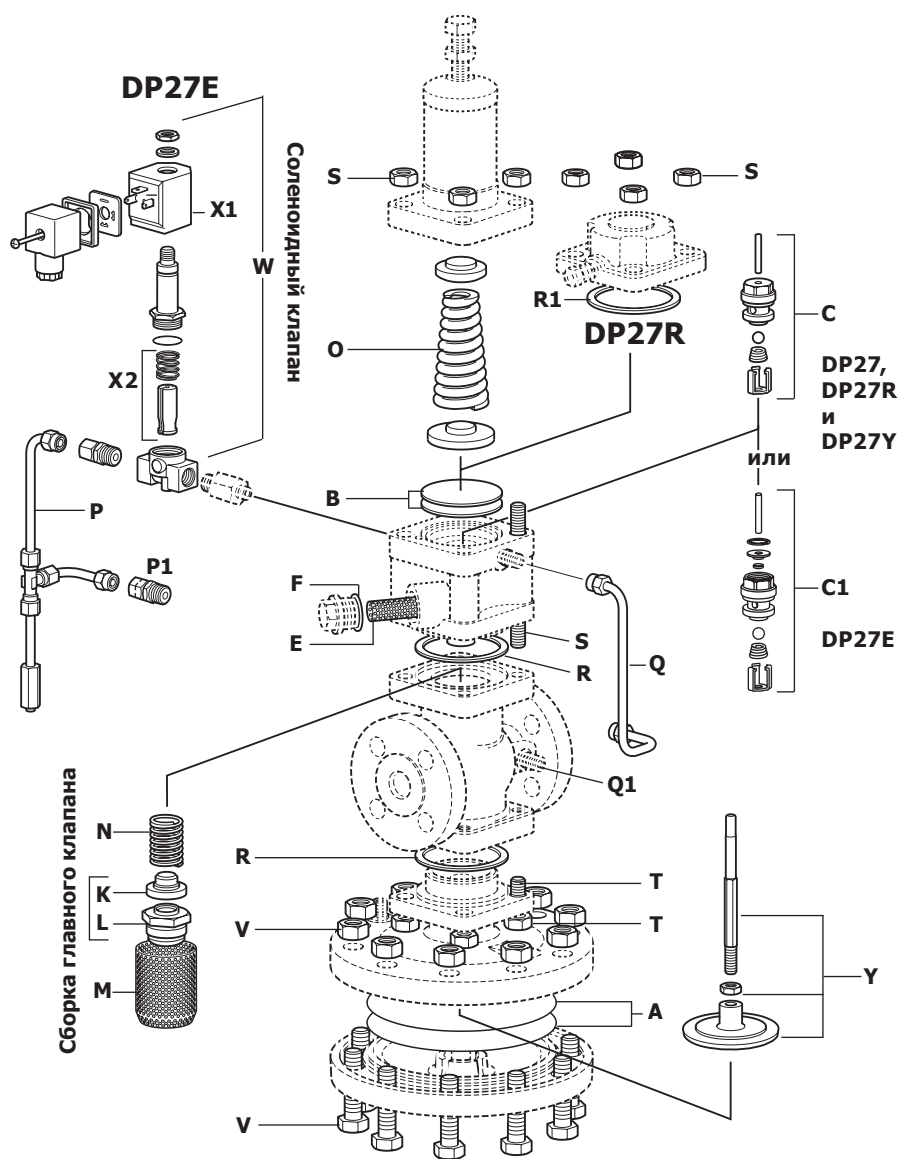

Рис. 23
3. Импульсная трубка (деталь **P** рис. 23) заблокирована. Снимите ее и очистите её для устранения загрязнения.